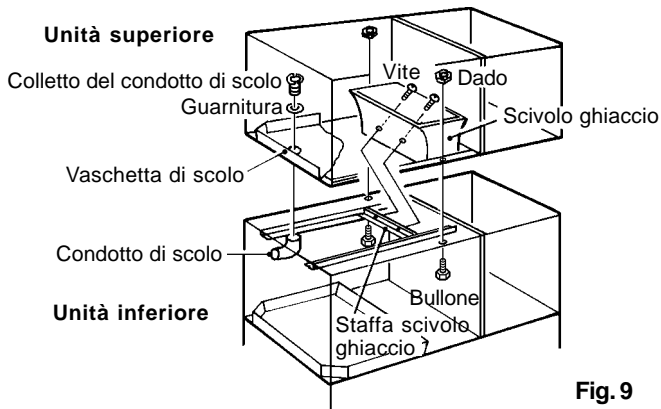

Fig. 9
- 11) Collegare l'unità superiore o quella centrale all'unità inferiore. Vedere la Fig. 9.
- 12) Fissare le due unità con i due bulloni e i due dadi in dotazione. Vedere la Fig. 9.
- 13) Allineare il foro di scolo dell'unità inferiore con il foro della vaschetta di scolo dell'unità superiore. Inserire la guarnitura (accessorio dell'unità inferiore) e serrare il colletto del condotto di scolo (accessorio dell'unità inferiore). Vedere la Fig. 9.